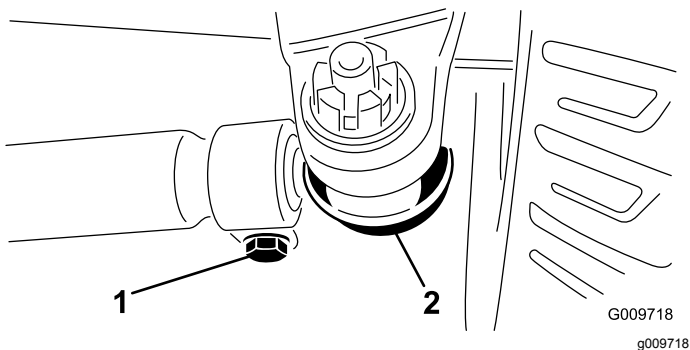

Bild 50
- Entfernen Sie den Splint und die Mutter von einem der Spurstangen-Kugelgelenke (Bild 50). Entfernen Sie das Spurstangen-Kugelgelenk vom Achsständer.
- Lockern Sie die Klemmen an beiden Enden der Spurstangen (Bild 50).